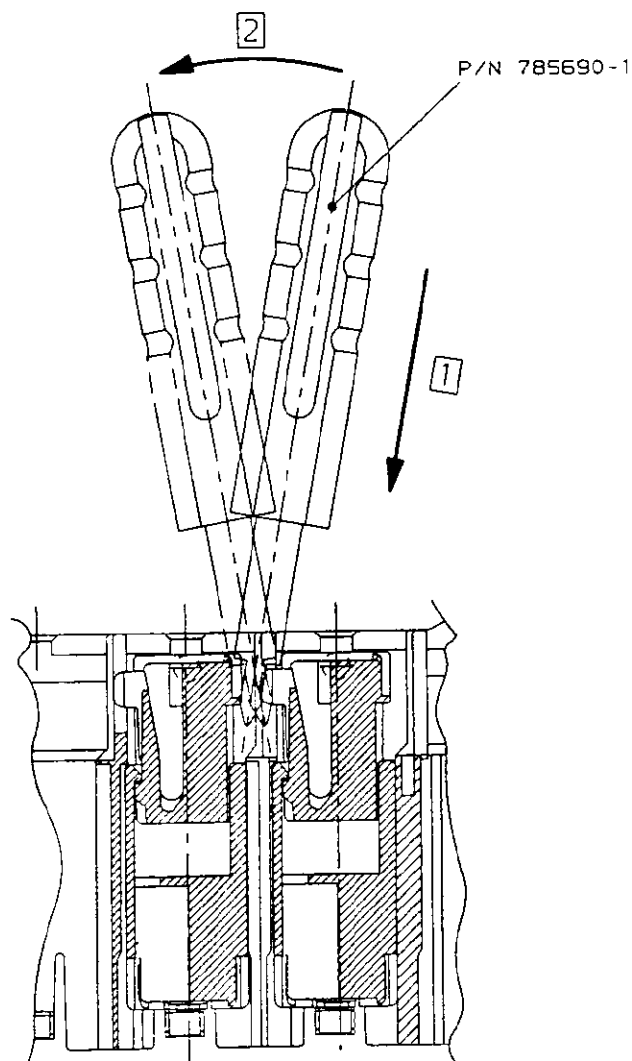

FIG. 14
1) Insert, with lever open the extraction tool P/N 785690-1 in the zone of the connector locking lance and with a rotary motion to disconnect the connector (see Fig.14).
1) Con leva aperta inserire l'estrattore P/N 785690-1 nella zona gancio del connettore e con un movimento rotatorio sganciare il connettore. (vedi Fig.14).